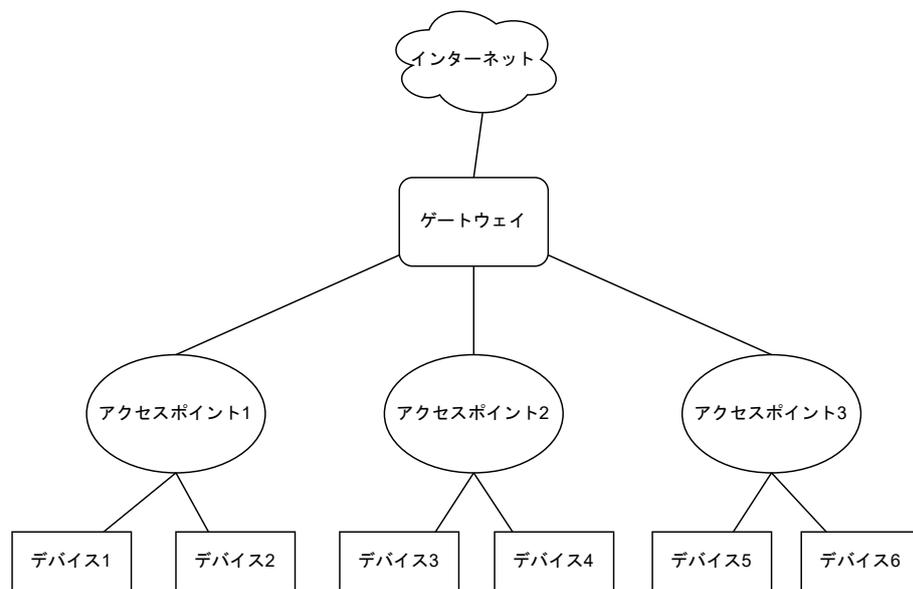

図 1 アクセスポイント／ゲートウェイ
- 図 1 はアクセスポイント／ゲートウェイ型のネットワークトポロジーの概略を示しています。ゲートウェイが中心となり複数のアクセスポイントと接続しています。各アクセスポイントには複数のデバイスを接続することが可能で、それぞれのデバイスはアクセスポイントを通じてインターネットにデータを送信します。アクセスポイントとゲートウェイ間は、LoRa 通信、それ以外の通信方式を使用することが可能です。また、アクセスポイントを省略したデバイスが直接ゲートウェイへ接続するパターンが実際にはより多く使用されます。